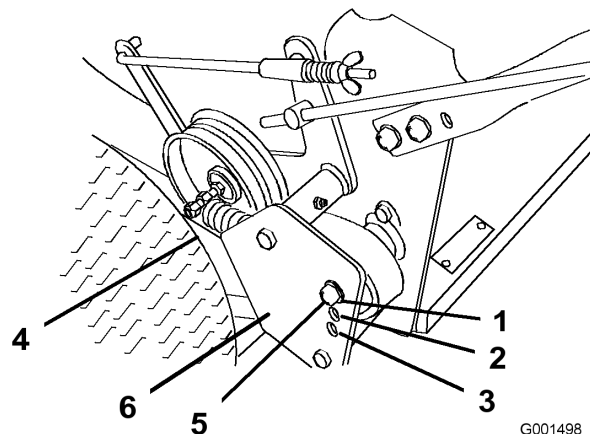

Figure 9
4. Décrochez le ressort d'entraînement du boulon de réglage (Figure 9).
5. Enlevez le contre-écrou de fixation du boulon de réglage à la protection de la poulie d'entraînement (Figure 9).
- Remarque:** La tension de la courroie de transmission aux roues est au minimum quand l'ensemble boulon est en Position A. La tension augmente aux Positions B et C (Figure 9).